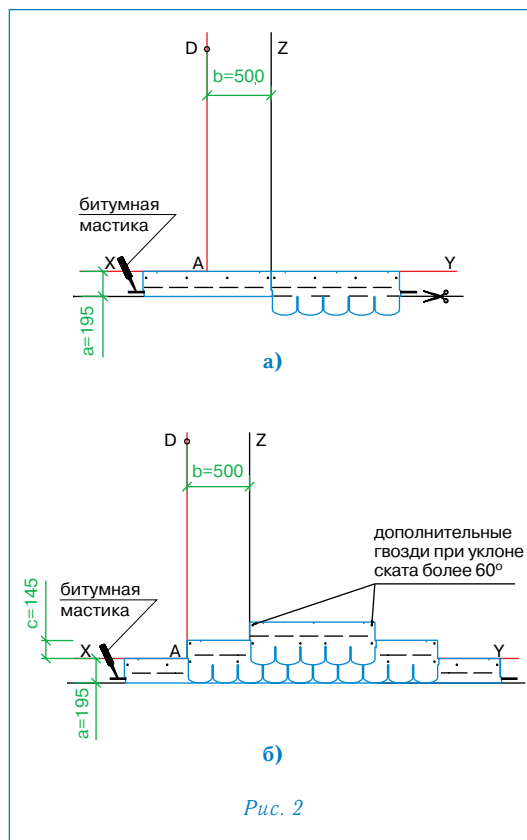

Рис. 2
Укладка материала (рис. 2)
- Начальный ряд формируется из листов черепицы АНТИК обрезанных по линии, образованной конечными точками вырезов. Полученные таким образом полосы шириной 19,5 см укладываются по линии карниза в обе стороны от линии Z (рис. 2а) и фиксируются по нижнему краю битумной мастикой, а по верхней кромке 4 гвоздями (ось гвоздей на 5 см ниже верхнего края полосы);
- далее первый ряд черепицы укладывается от линии AD (рис. 2б);